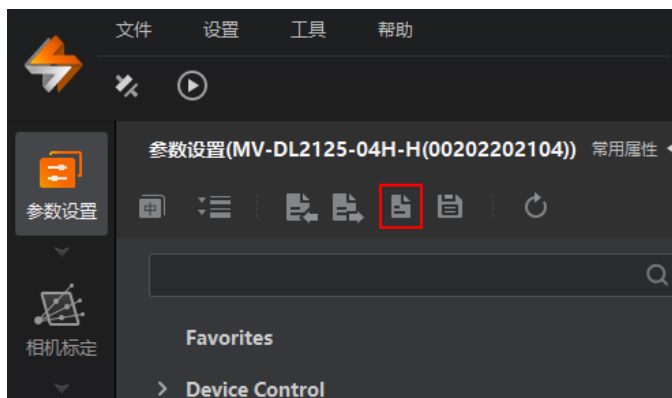

图8-6 文件存取
1. 在 3DMVS 客户端左上方单击 ，如 图8-6 所示。